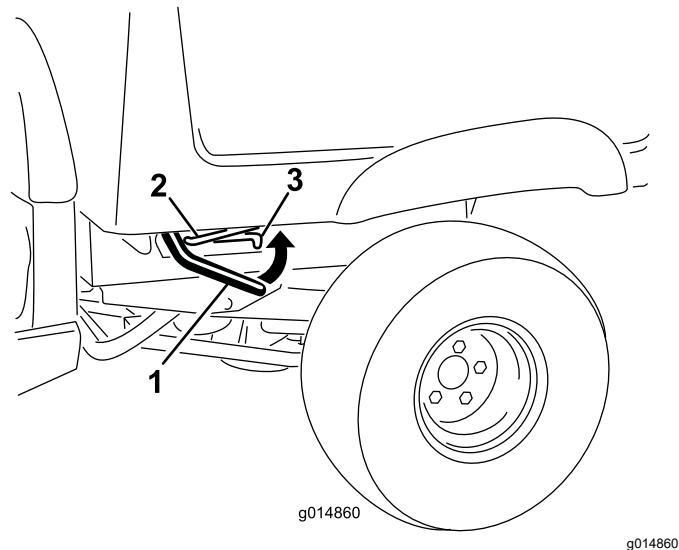

Bild 18
1. Heben Sie den Hebel an beiden Seiten der Ladepritsche an und heben Sie die Ladepritsche an (Bild 18).
1. Heben Sie den Riegel an, um die Ladepritsche etwas anzuheben (Bild 18).